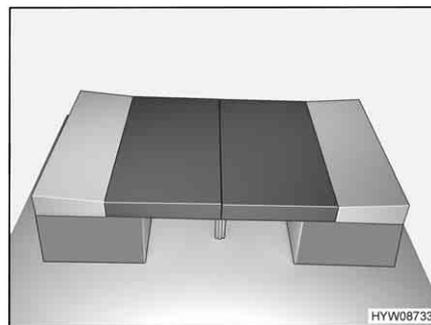

Fig. 90 Dopo la trasformazione
- Posizionare i cuscini dello schienale tra i cuscini del divano e la parete esterna (vedi Fig. 90).